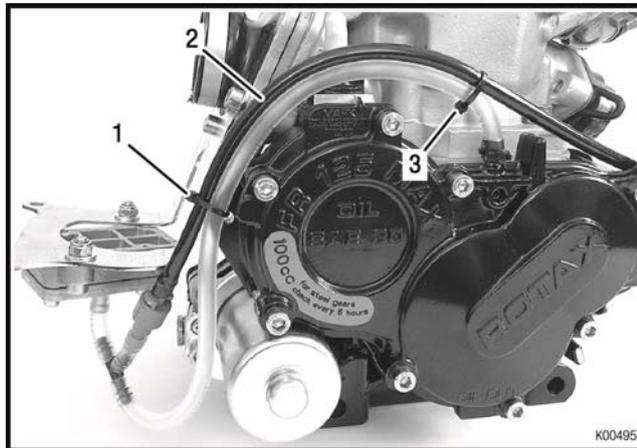

Fig. 22
- ➡ タイラップ(pos. 1)でケースの取付ポイントに留めて下さい。二つのホースをタイラップ(pos. 3)で黒いホース(pos. 2)が上になるように束ねて下さい。Fig. 22 参照